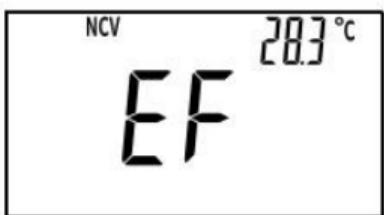

Figure 3
1. Mettez le commutateur rotatif sur la position **NCV**. Le symbole "**NCV**" s'affiche dans la partie supérieure de l'écran. L'écran principal affiche "**E** **F**", l'écran secondaire affiche la température ambiante. (Voir Figure 3.)